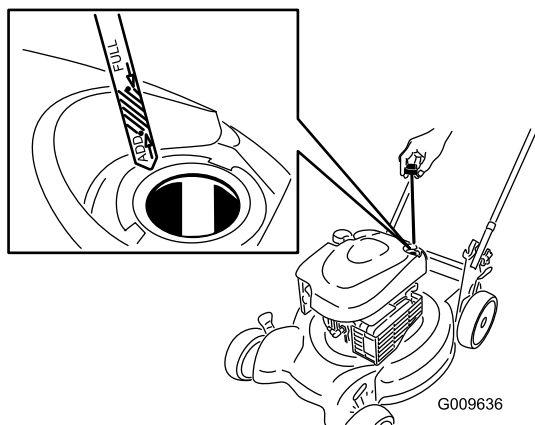

Figure 18
2. Retirez la jauge (Figure 18).
- Versez de l'huile **lentement** dans le goulot de remplissage pour faire monter le niveau de liquide jusqu'au repère du **plein** (Full) sur la jauge (Figure 18). **Ne remplissez pas excessivement.** (Remplissage max. : 0,59 l (20 oz), type : huile détergente SAE 30 de classe de service API SF, SG, SH, SJ, SL ou supérieure.)